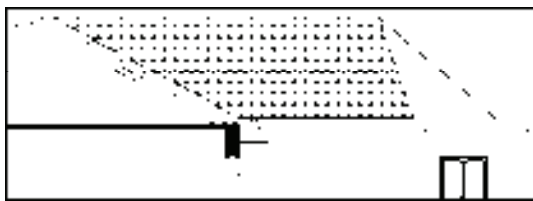

图 13-237 图案填充
7) 调用“图案填充”命令, 在弹出的“图案填充和渐变色”对话框中选择弯瓦屋面图案, 将填充比例设置为 100, 将角度设置为  $0^\circ$ , 为屋顶绘制填充图案, 结果如图 13-237 所示。